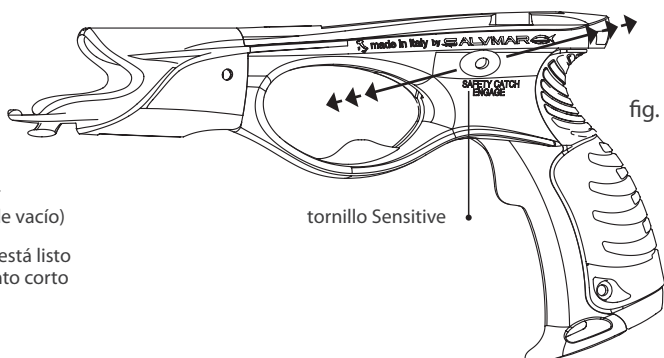

fig. 4.1c
- Poner el seguro comprobando que el gatillo queda inmóvil (fig. 4.1c).